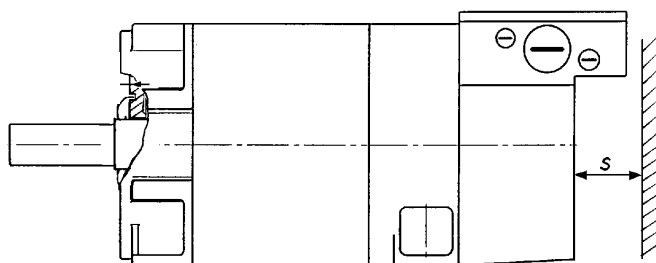

Fig. 4 Distance minimale
- Les moteurs doivent être installés de façon que l'air de refroidissement puisse circuler sans entrave et que la distance minimale s des ouvertures d'arrivée et de sortie d'air par rapport aux pièces voisines soit respectée (Fig. 4) ! L'air chaud de sortie ne doit pas être réaspiré.